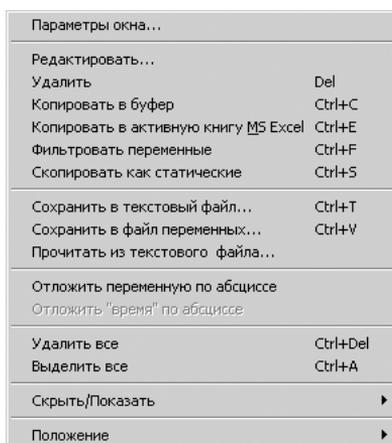

Рис. 2.128. Контекстное меню выбранной переменной в списке переменных в левом окне отдельного графического окна
- щелкните в отдельном графическом окне по копируемой переменной в списке переменных правой кнопкой мыши. Появится контекстное меню, см. рис. 2.128;